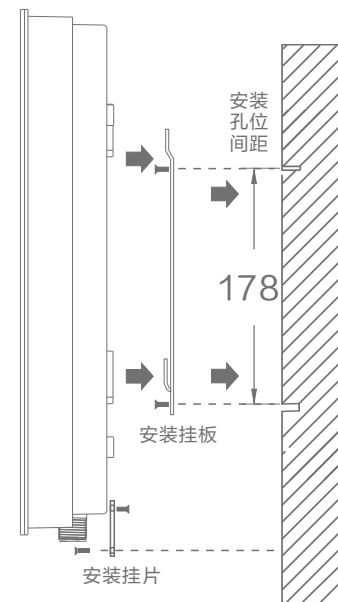

图4
1. 热水器机体安装：用笔按顺序将螺丝孔按孔距作好标记，（垂直平行高度一般以眼睛平视为宜，建议高度1.6米），用冲击钻（Φ6mm钻头）在承重墙上钻出（此深度不得超过墙得厚度）的孔，然后将胶粒完全打入墙孔内；先在机体上安装挂片并锁上螺丝，后将安装挂板用十字盘头自攻螺钉固定在墙上，随后把热水器挂在安装挂板上并用铅笔在安装挂片腰型孔位置做好标记后钻孔，将胶粒完全打入墙孔内，安装挂片锁上螺丝即可（见图4）。